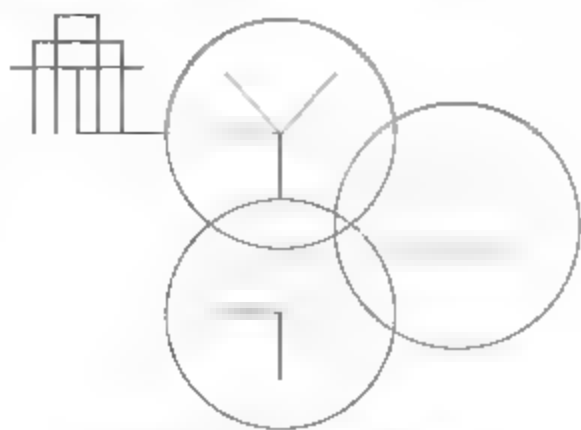

图8-41 修剪线段
**14** 调用TR【修剪】命令，修剪线段，结果如图8-41所示。